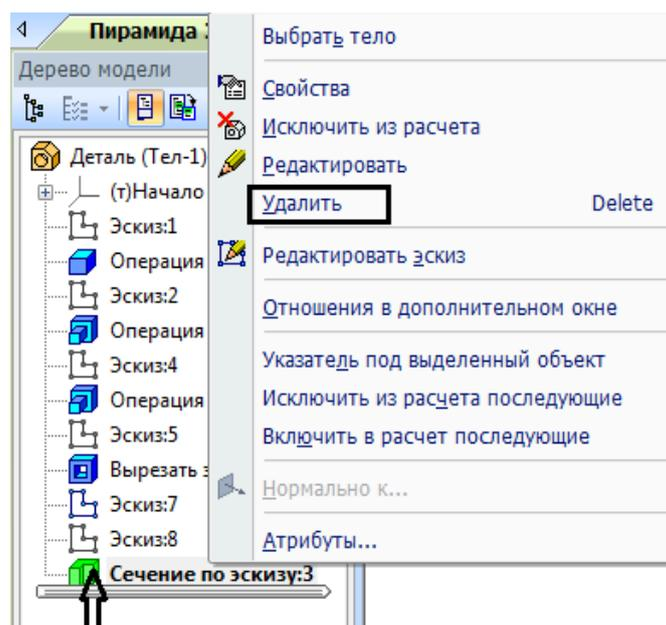

Рисунок 42
16. Для того, чтобы перенести три вида пирамиды, необходимо вернуться в сохраненный файл *Деталь* и из *Дерева модели* удалить последнюю операцию - щелкнуть правой клавишей мыши по иконке *Сечение по эскизу* – в появившемся диалоговом окне нажать на операцию *Удалить* (рисунок 42).